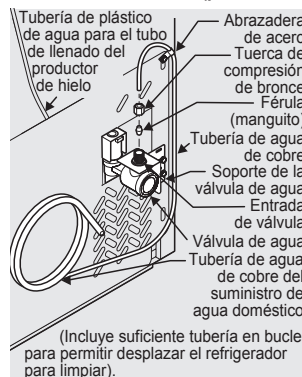

Figura 1
4. Si usa tuberías de cobre: Deslice la tuerca de compresión de latón, y luego la férula (manguito) en la tubería de suministro de agua. Empuje la tubería de suministro de agua hacia dentro de la entrada de la válvula de agua lo más posible (¼ de pulgada o 6 mm). Deslice la férula (manguito) en la entrada de la válvula y apriete manualmente la tuerca de compresión en la válvula. Apriete otra media vuelta con una llave; NO apriete en exceso. Vea la Figura 1. Si usa tuberías de acero inoxidable: La tuerca y la férula ya están armadas en la tubería. Deslice la tuerca de compresión hacia dentro de la entrada de la válvula y apriete manualmente la tuerca de compresión sobre la válvula. Apriete otra media vuelta con una llave; NO apriete en exceso. Vea la Figura 2.